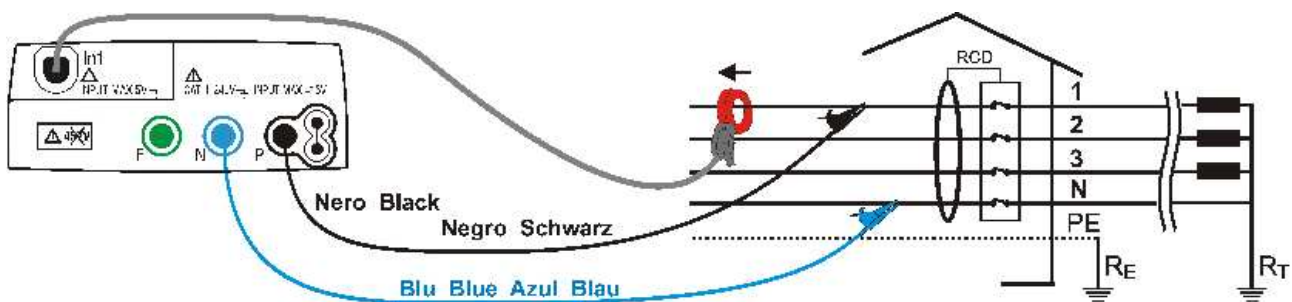

Abb. 32: Geräteanschluss für Netzanalysenmessungen
4. Klemmen Sie die zu testende Phase an. Führen Sie den **schwarzen** und **blauen** Stecker der Einzelkabel in die jeweiligen Eingangsbuchsen **P** und **N** des Messgerätes ein. Stecken Sie die jeweiligen Krokodilklemmen auf die freien Kabelenden und schließen Sie die Messkabel an den zu testenden Leiter an, wie in Abb. 32. Der Pfeil an der Stromzange muss in Richtung des Leistungsflusses zeigen, d.h. von der Spannungsquelle zum Verbraucher